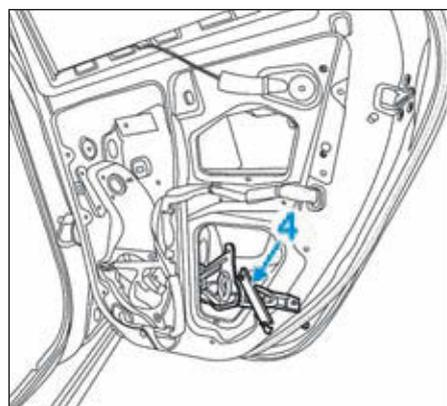

FIG.76
- Replier le mécanisme (4) et le déposer par le bas de la porte (Fig.76).